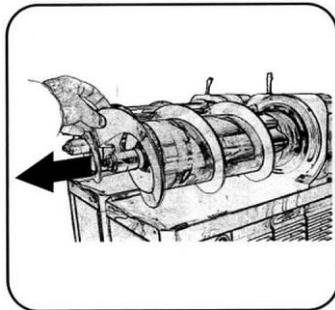

Abb. 21
1. Um die Spirale zu entfernen, legen Sie Ihre Finger auf die Platte der Spirale und ziehen Sie sie vorsichtig nach innen, wie in Abb. 21+22 gezeigt.